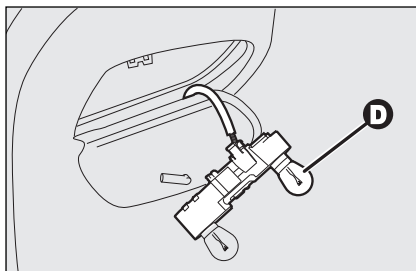

fig. 36
- druk de gloeilamp iets in, draai hem linksom en verwijder de gloeilamp **fig. 36**: